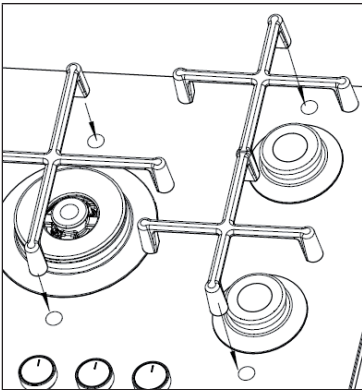

Abbildung 8
- Setzen Sie den Pfannenhalter auf die Markierung der Deckplatte (siehe Abbildung 8).